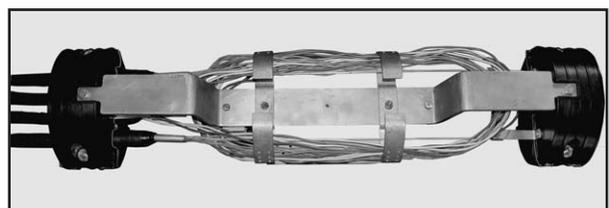

Figura 40
10.1 Sujetar el soporte de bandeja en los cabezales laterales con los tornillos que acompañan a la Caja (Figura 40).